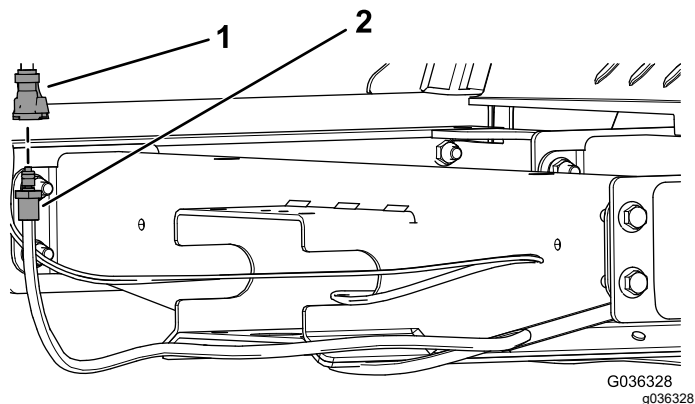

Рисунок 5
3. Подсоедините прямой штуцер с внутренней резьбой на комплектном шланге к прямому штуцеру с наружной резьбой на шланге кабины (Рисунок 5).